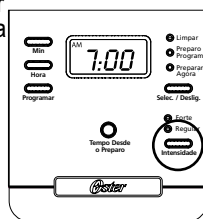

figura 5
2. Coloque o um filtro de papel tipo cesta para 30-36 xícaras de café ou o filtro permanente suporte do filtro (Figura 5).